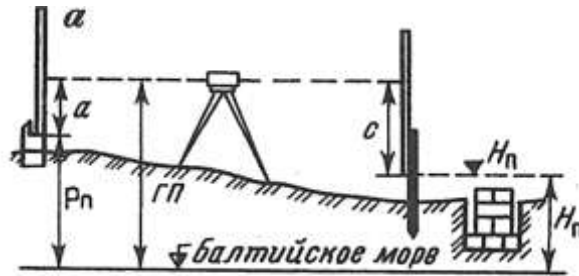

Рис. 2. Схема разбивки и контрольных высот фундамента
5. Выставьте проектную высоту верха фундамента на обноске (рис. 2), если высота репера  $P_n = 48,355$ , отсчет по рейке  $a = 0838$ , проектная высота фундамента  $H_n = 47,124$ .